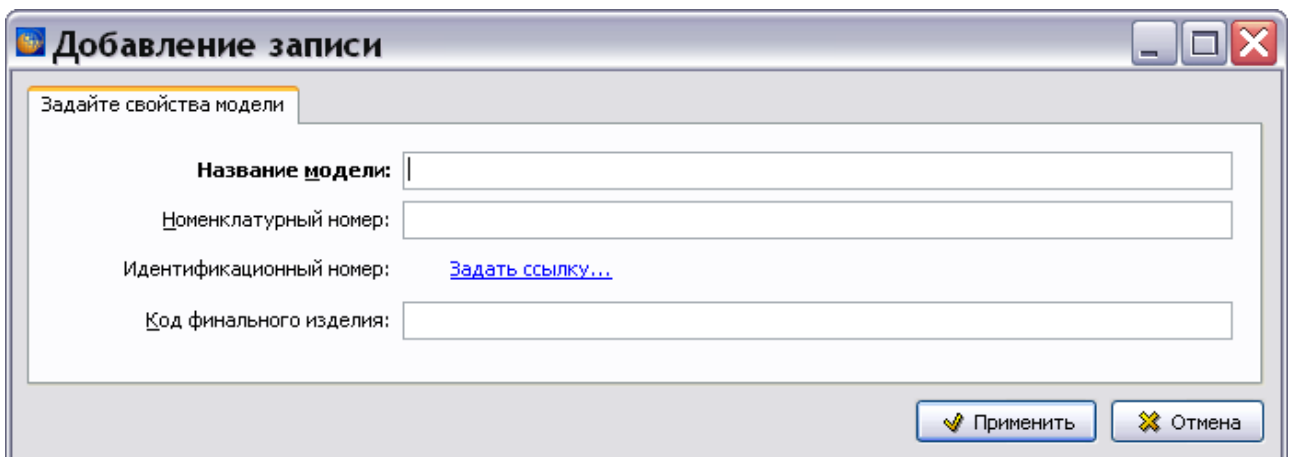

Рисунок 949
3) Для добавления свойств модели нажмите на кнопку **Добавить** . После этого появится окно **Добавление записи** (рисунок 949).